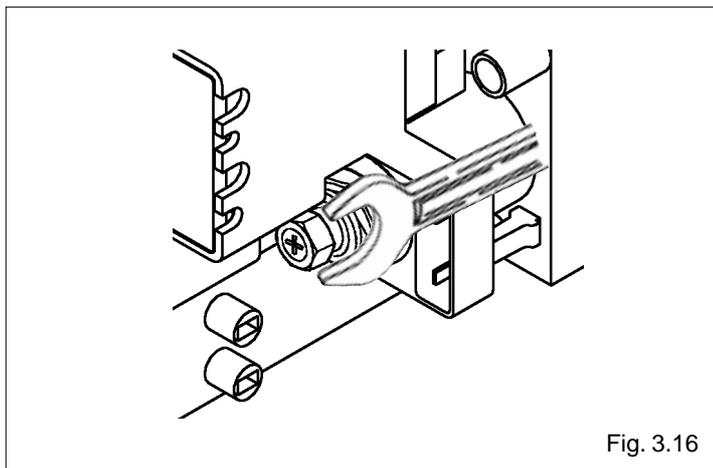

Fig. 3.16
- excluir el regulador de presión enroscando hasta el tope el tornillo externo del modulador (fig. 3.16)